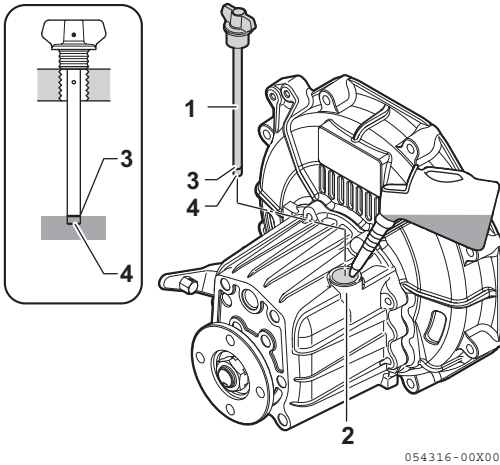

Abbildung 7
1. Stellen Sie sicher, dass der Motor ausgeschaltet ist. Sorgen Sie dafür, dass der Motor so waagerecht wie möglich steht und säubern Sie den Bereich um den Schiffsgetriebe-Einfüllstutzen (**Abbildung 7, (2)**).
3. Peilstab herausnehmen (**Abbildung 7, (1)**) und mit einem sauberen Tuch abwischen.
4. Stecken Sie den Peilstab wieder hinein, ohne ihn hineinzuschrauben. Siehe die Zeichnung (**Abbildung 7**).
5. Peilstab herausziehen. Der Ölstand sollte zwischen oberer (**Abbildung 7, (3)**) und unterer (**Abbildung 7, (4)**) Markierung des Peilstabs liegen.
3. Füllen Sie Öl bis zur oberen Markierung am Peilstab ein (**Abbildung 7, (3)**). Zu den Spezifikationen des Schiffsgetriebeöls siehe Seite 29.